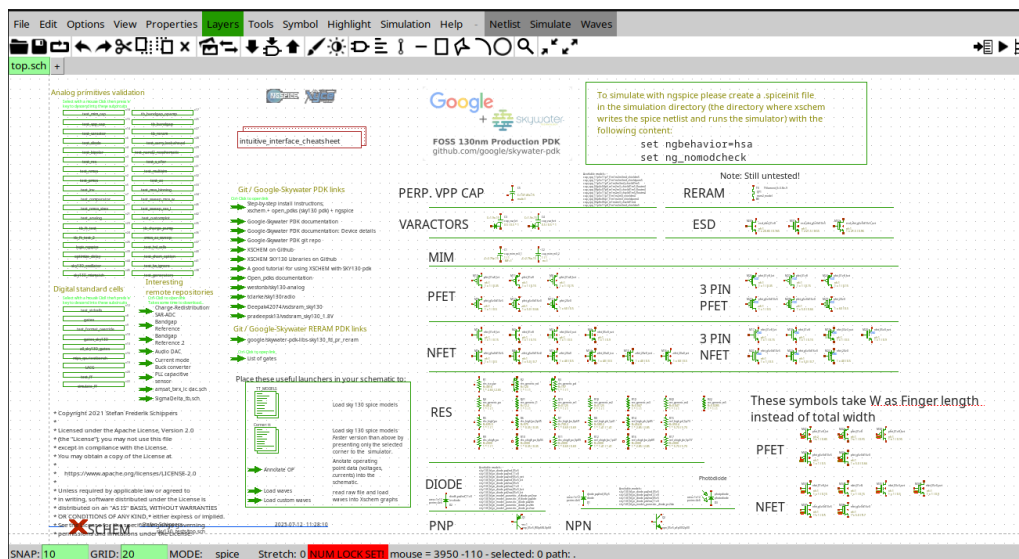

Figura 9: pantalla principal de xschem.
2. Se abrirá la herramienta **xschem** para diseñar el esquemático, tal como se observa en la figura 9.